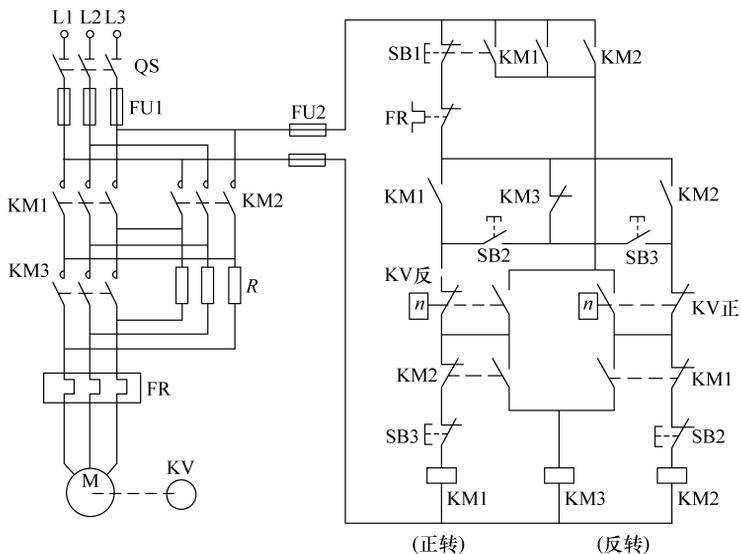

图 3-12
1. 识读三相笼型电动机反接制动控制电路（见图 3-12）。